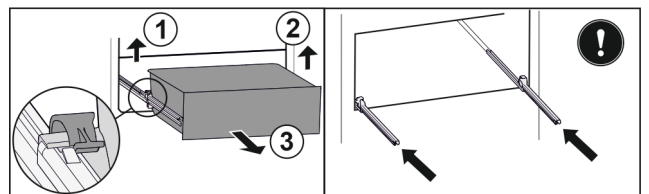

Fig. 61
- ▶ Linke Klemme anheben und gleichzeitig Schubfach links nach vorne ziehen. Fig. 61 (1)
- ▶ Rechte Klemme anheben und gleichzeitig Schubfach rechts nach vorne ziehen. Fig. 61 (2)
- ▶ Schubfach nach vorne entnehmen. Fig. 61 (3)